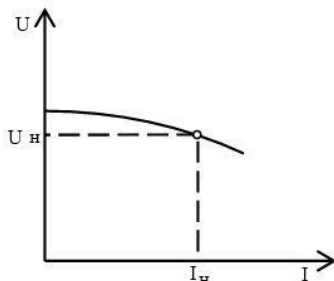

Рис. 3
2. Скопируйте рис. 3, определите и обозначьте на внешних характеристиках способ возбуждения.